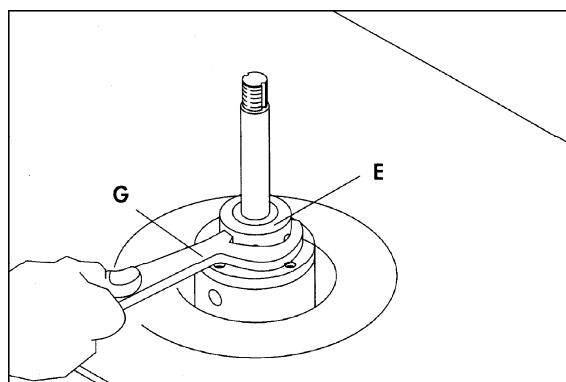

Рисунок 4
7. Используйте поставляемый ключ (G, рис. 4), чтобы затянуть гайку шпинделя (E, рис. 4).